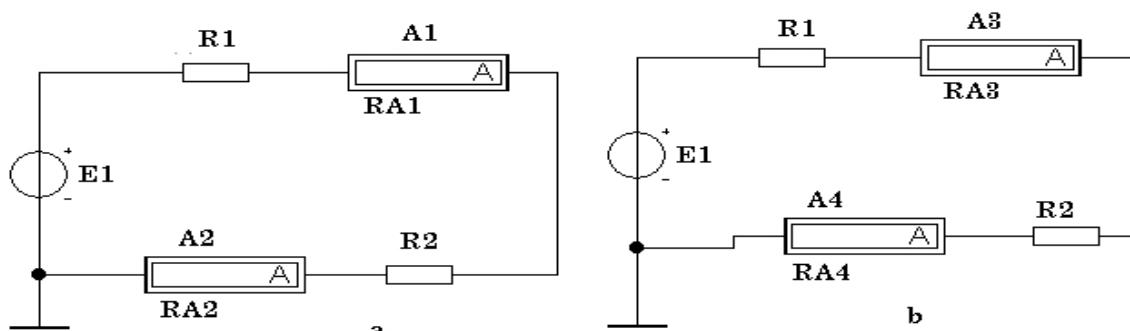

Рисунок 1
1. Провести моделирование электрической цепи для измерения тока, рис. 1.
3. Согласно принципу непрерывности электрического тока, ток в неразветвленной цепи на всех участках одинаковый. В этом убеждаемся, включив два амперметра в электрическую цепь на рис. 1 а, б. Значения внутренних сопротивлений амперметров R_{A1} , R_{A2} , R_{A4} по умолчанию равны 1 мОм.
4. В схеме на рис. 1 б амперметры имеют различное значение внутренних сопротивлений, что сказывается на токе, протекающему в цепи. Обычно, достаточно одного амперметра для измерения тока в ветви. Считая амперметры A_1, A_2, A_4 – образцовыми, найти погрешность измерений и построить график погрешности измерений $\gamma = f(R_A)$ по формуле: